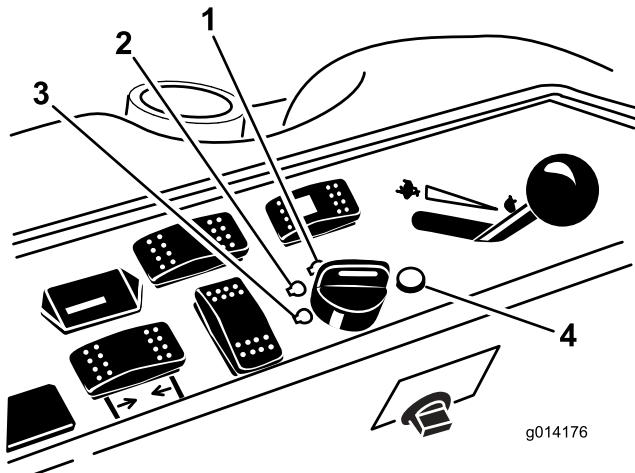

Figure 12
| 6. Tournez la clé de contact dans le sens horaire à la position Contact (Figure 12). | |
3. Tournez la clé de contact à la position Arrêt (Figure 12). Attendez l'arrêt de toutes les pièces en mouvement avant de quitter la position d'utilisation.